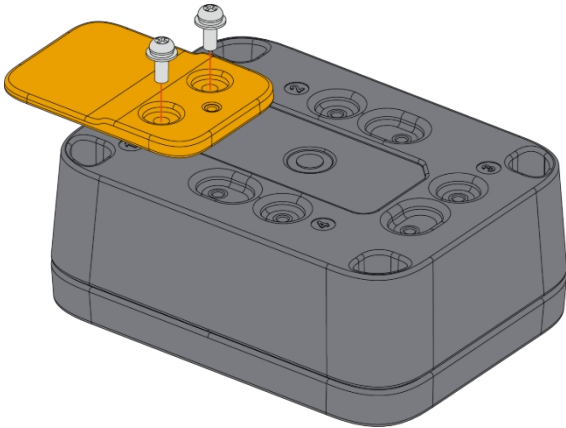

Abbildung 34: Befestigung der Beschriftungshalterung am Gehäuse
2. Befestigen Sie die mit dem Buchstaben I gekennzeichnete Etikettenhalterung mit zwei (2) M3\*8-mm-Kopfschrauben mit Unterlegscheibe am WisBlock Unify-Gehäuse. Platzieren Sie sie an den festen Positionen **1 bis 4** des Gehäuses, wie in **Abbildung 34** dargestellt.